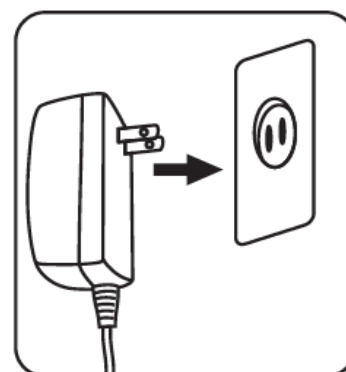

Рис.8.2
2) Включите вилку адаптера питания в розетку. (Рис.8.2)